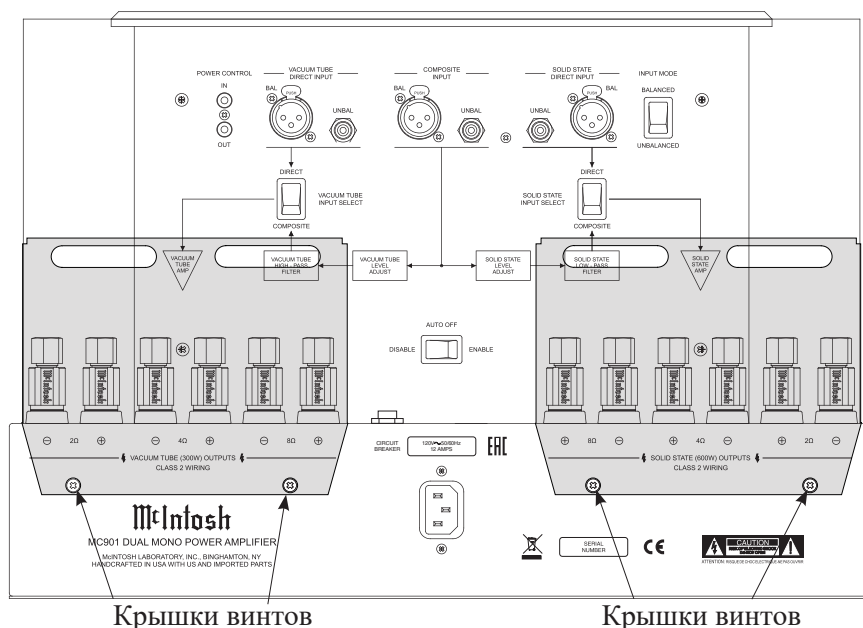

Рисунок 10 - Крышки клеммных соединений
- Снимите два винта с задней стороны MC901. Они будут использованы для закрепления крышки разъемов терминала (Рисунок 10 на странице 9). Крышки клеммного соединения поставляются не закрепленными, а винты остаются на месте